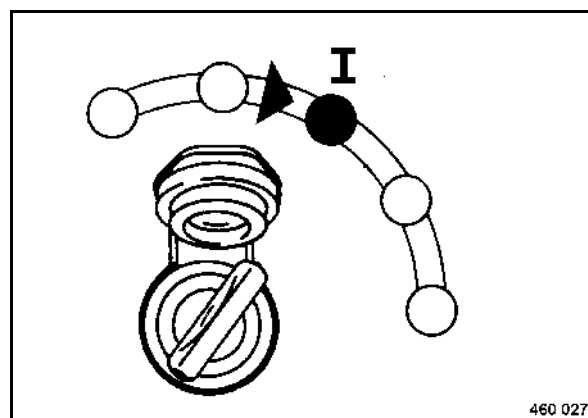

fig. 45
- Tourner la clé de contact (fig. 45) sur position "I".